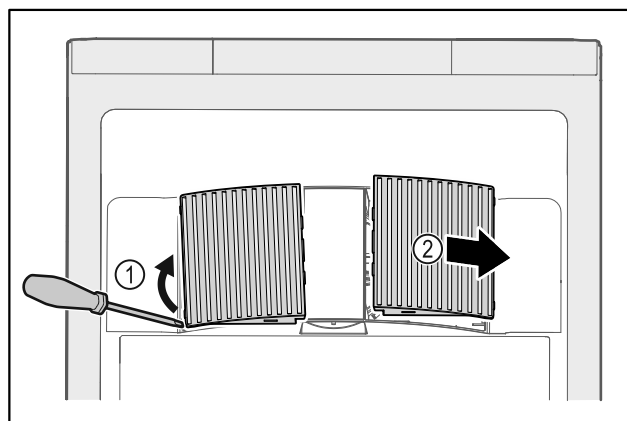

Fig. 171
- Extraire par un mouvement de levier les caches latéraux Fig. 171 (1) vers l'avant Fig. 171 (2).